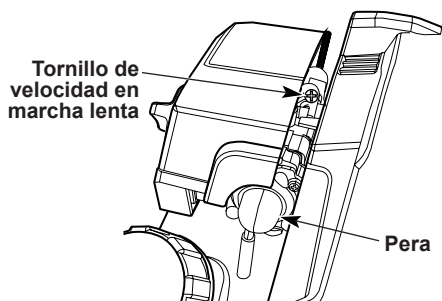

Fig. 24
- Si el motor se detiene, aumente la velocidad de marcha lenta. Use un pequeño destornillador Phillips para girar el tornillo de marcha lenta hacia la derecha, 1/8 de vuelta a la vez, hasta que el motor pase suavemente a marcha lenta (Fig. 24).
- Si el cabezal de corte gira cuando el motor funciona en marcha lenta, reduzca la velocidad en marcha lenta. Gire el tornillo a la velocidad de marcha lenta hacia la izquierda, 1/8 de vuelta a la vez, hasta que el cabezal de corte deje de moverse (Fig. 24).